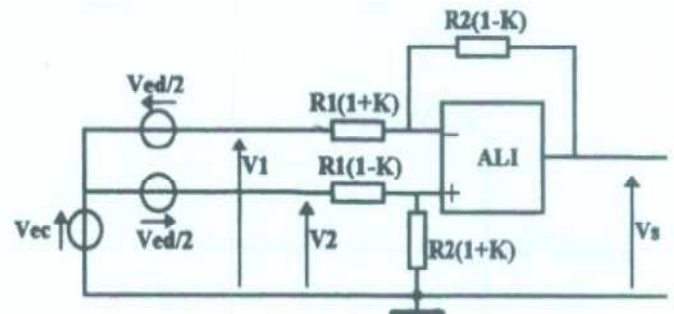

Figure B-4
Le montage d'étude de la figure B-4 va permettre de quantifier l'influence de la tolérance des résistances sur le CMRR dans le cas où  $R2/R1 = R4/R3$  ; il propose la situation la plus défavorable.
- B-1. Exprimer  $Vs = f(\text{Vec}, K, R1, R2)$  lorsque  $Ved = 0$  dans le montage de la figure B-4. Comme  $K \ll 1$ , montrer que cette expression peut se mettre sous la forme:
**Afin d'étudier l'influence de la tolérance K% des résistances sur le CMRR de l'amplificateur, on remplacera respectivement  $R1$  et  $R3$  par  $R1(1+K)$  et  $R3(1-K)$  puis les résistances  $R4$  et  $R5$  par les grandeurs définies sur la figure B-4.**
B.1. Figure B-4  $\Rightarrow V_e = V_s \Rightarrow \frac{V_{ec}(1-k)R_2 + V_s(1+k)R_1}{R_2(1-k) + R_1(1+k)} = V_{ec} \cdot \frac{R_2(1+k)}{R_1(1-k) + R_2(1+k)}$